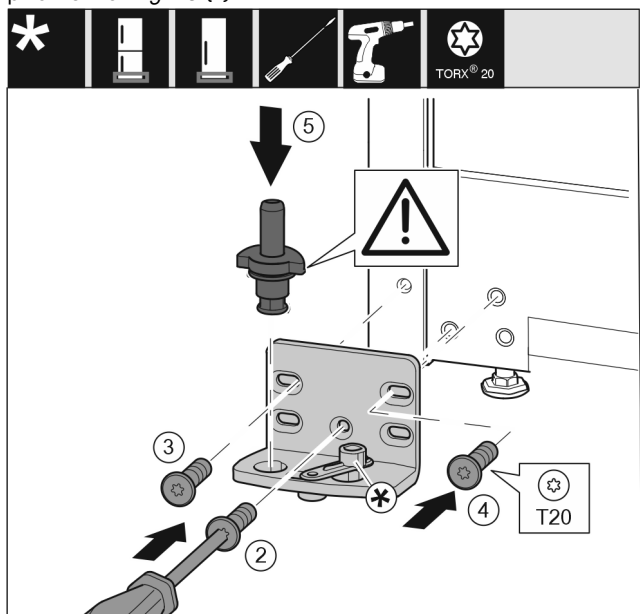

Fig. 19
- ▶ Postavite podložak ležaja na drugoj strani i zavijte pomoću odvijača T20. Započnite s vijkom 2 dolje u sredini. Fig. 19 (2)
- ▶ Pritegnite vijak 3 i 4. Fig. 19 (3,4)
- ▶ Kompletно umetnite podložak ležaja. Pri tome pazite da je ispučenje za blokiranje okrenuto prema otraga. Fig. 19 (5)